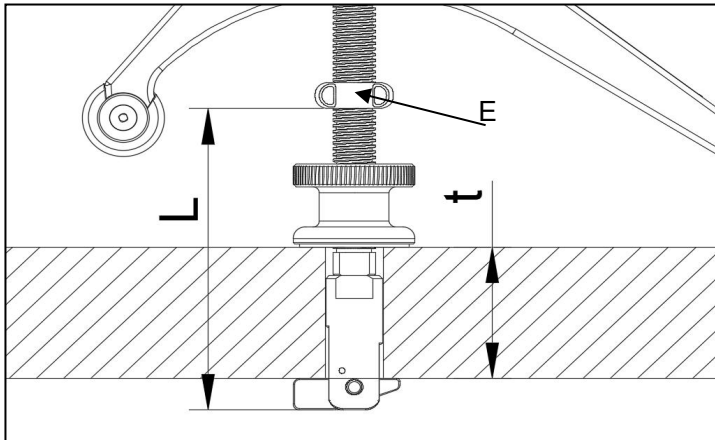

Abb. 5
2. Lockern Sie die beiden Madenschrauben am **Stop Block (E)** und stellen Sie den Abstand (L) zwischen dem Stop Block (E) und dem Boden der Bogenhalterung ,wie in Abbildung 5 gezeigt ein.